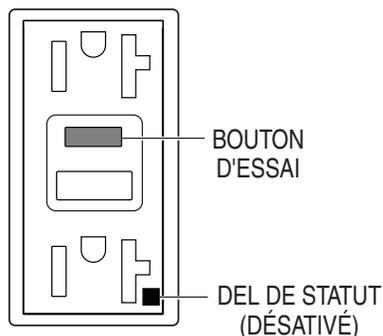

Figure 64. Prise GFCI (OFF)
4. Appuyez sur le bouton **TEST** (essai) (Figure 64) de la prise GFCI et vérifiez que la DEL d'état s'éteint **OFF**.